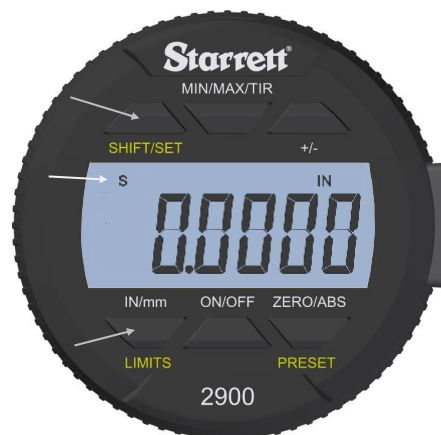

Fig. 6A
2. Appuyer sur le bouton **SHIFT/SET**. L'icône SET s'affichera dans le coin supérieur gauche (Fig. 6A).